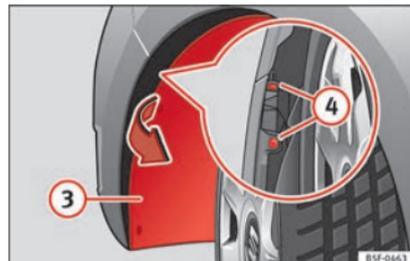

Fig. 215 Faro antiniebla: acceso al conector y al portalámparas.
- Tire del pasarrueda ③ » fig. 215 para dar acceso a los 2 tornillos ④ » fig. 215 del parachoques que quedan escondidos.